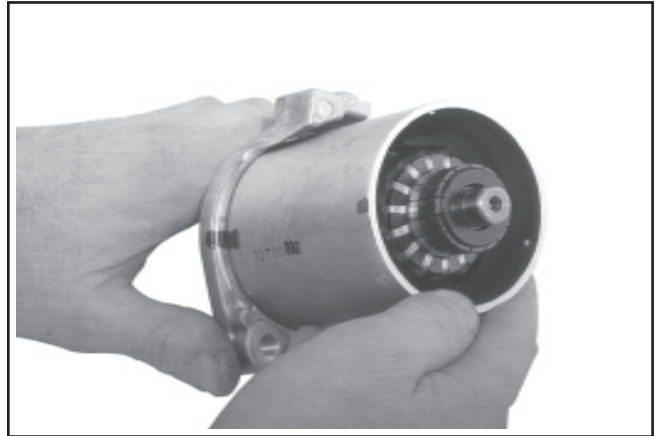

Figure 8-50. Installation du châssis.
3. Poser le châssis du démarreur (extrémité de l'aimant en premier) sur l'armature, en alignant les marques gravées précédemment. Voir la figure 8-50.